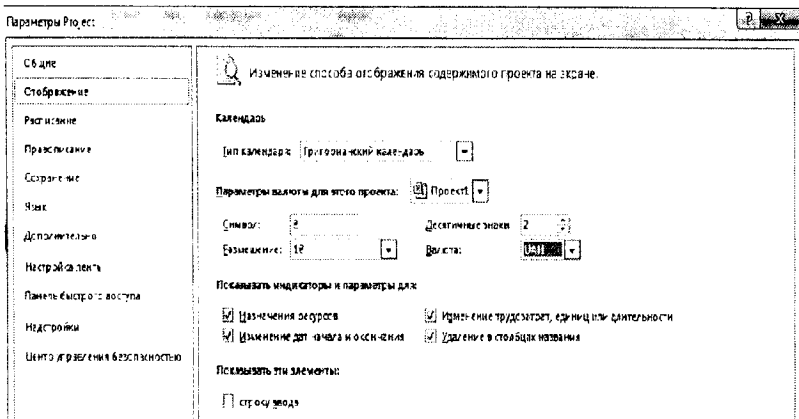

Рис. 10. Вибір валюти проекту
1. Закладка "Відображення": вибрати валюту проекту й написати символ валюти (рис. 10).